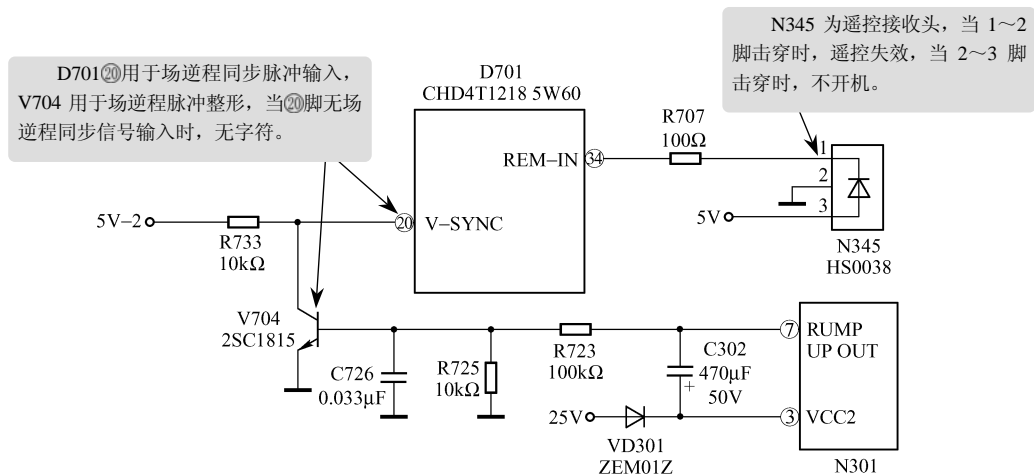

图 7-17 场逆程脉冲输出及遥控信号输入电路故障检修
**故障机型：**长虹 G2136 (K) 型彩色电视机
**检查与分析：**首先检查 D701 (CHD4T1218 5W60) 各脚电压及正、反向电阻值，发现 D701②脚对地正、反向电阻值均约为  $1.0\text{k}\Omega$ ，④脚电压为 0V。正常时，②脚对地正向阻值为  $8.8\text{k}\Omega$ ，反向阻值为  $25.0\text{k}\Omega$ ，④脚电压为 4.4V。因而说明②、④脚外围元器件有故障。经进一步检查，V704 和遥控接收头击穿损坏。将其换新后，故障被排除，如图 7-17 所示。
**小结：**在如图 7-17 所示中，V704 用于场逆程脉冲整形，开路或击穿时都会造成无字符故障。因此检修时，若 D701②脚无场逆程同步脉冲信号，则应重点检查 V704 及 V704 的基极电路。但此时 N301⑦脚输出一一定是正常的。